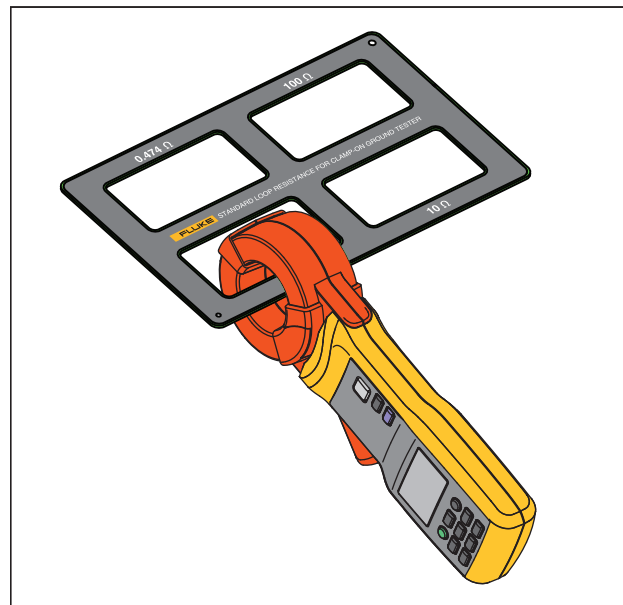

Figura 7. Resistência de loop padrão
1. Posicione a garra na Resistência de loop padrão. Veja a figura 7.